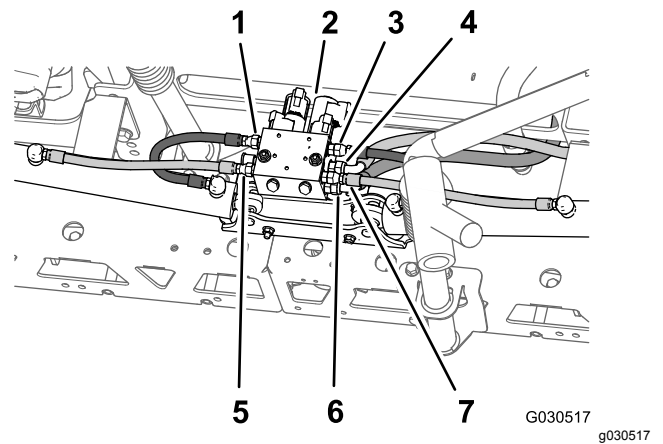

Figura 71
2. Nella parte posteriore della macchina, rimuovete i flessibili idraulici tra il collettore di sollevamento delle barre e il cilindro idraulico (Figura 71).